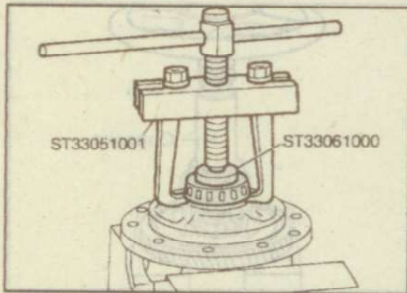

Рис. 9.240. Снятие подшипника с коробки дифференциала
3. Съемником снимите подшипники с коробки дифференциала (рис. 9.240).